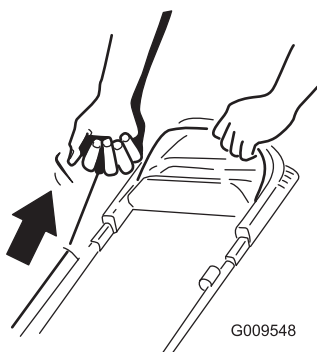

Figura 18
2. Tire de la cuerda de arranque (Figura 18).
Nota: Cuando tire del arrancador de retroceso, tire suavemente hasta que note resistencia; luego tire con fuerza (Figura 18). Deje que la cuerda vuelva lentamente al manillar.